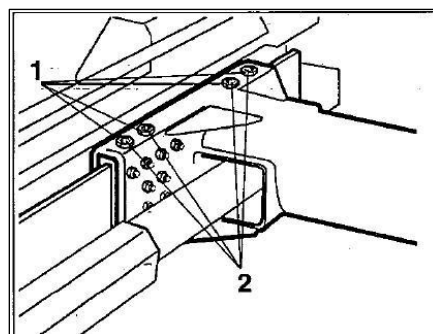

Fig. 8.6
- Lossa de fyra låsmuttrarna (1, fig. 8.6).
- Skruva var och en av de sex skruvarna för glidskenorna (2, fig. 8.6) ett kvarts varv.
- Dra åt de fyra låsmuttrarna (1, fig. 8.6).